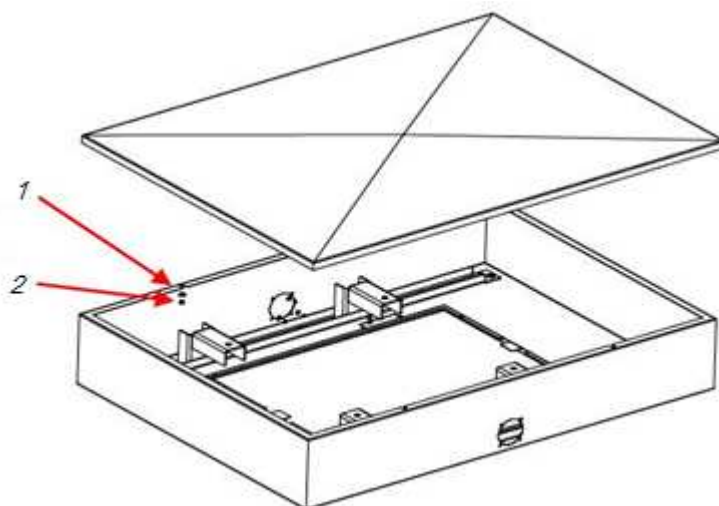

Рис. 13. Крепление верхней крышки
4.2.14. Верхнюю крышку крепят к верхнему модулю при помощи четырех гаек(2) и четырех шайб(1) (рис. 13). Четыре шпильки крепления верхней крышки, расположены с внутренней поверхности крышки